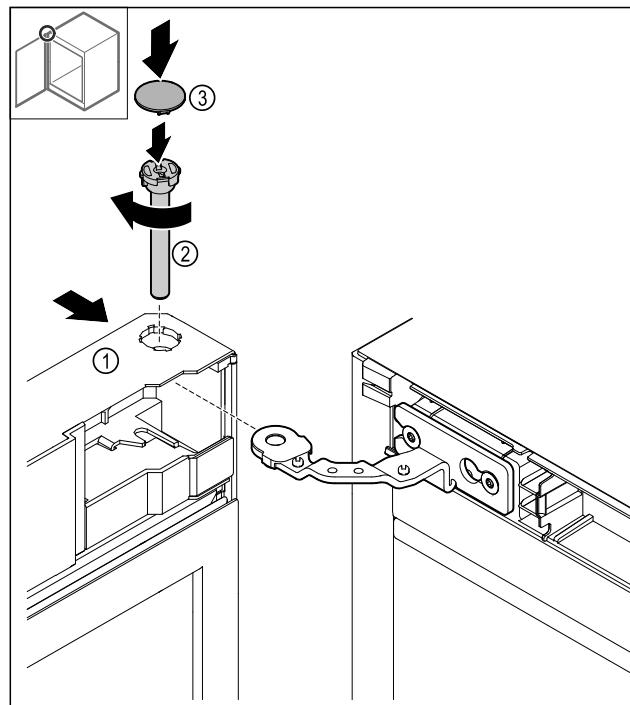

Fig. 47
- Насуньте двері Fig. 47 (1) на шарнір у напрямку згори донизу.
- Вставте палець Fig. 47 (2) і затягніть його за годинниковою стрілкою.
- Установіть кожух Fig. 47 (4).